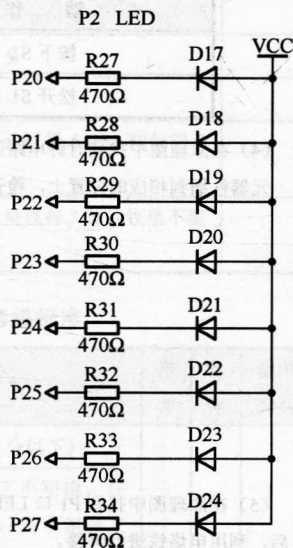

图 1-2 P2 口发光二极管电路
(2) 阅读 LED 显示电路部分, 如图 1-2 所示, 回答下面的问题。
① 点亮图中发光二极管的条件是什么？
② 如何测试发光二极管的好坏?
③ 在图 1-2 中的电阻参数是多少? 此电阻在电路中的作用是什么?